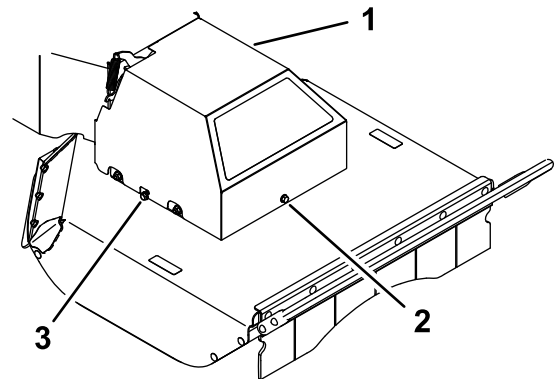

Рисунок 31
5. Ослабьте затяжку левого и правого боковых болтов на несколько оборотов и ослабьте затяжку переднего болта таким образом, чтобы кожух мог свободно перемещаться (Рисунок 31).
11. Опустите кожух ремня на деку, совместите пазы в кожухе с боковыми болтами. Затяните передний болт, затем затяните оба боковых болта (Рисунок 31).